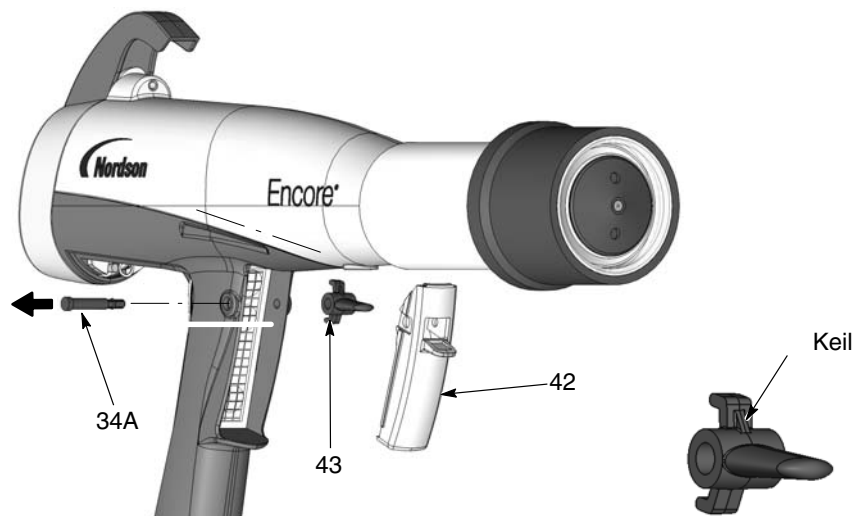

Abb. 6-7 Achse und Auslöser vom Griff abnehmen
3. Siehe Abb. 6-7. Das Ende der Achse (34A) mit dem kleineren Durchmesser mit einem kleinen, flachen Treibdorn oder anderem Werkzeug aus dem Griff schieben.
4. Sprühauslöser (42), Aktor (41, nicht abgebildet) und Spülauslöser (43) vom Griff abnehmen.
7. Siehe Abb. 6-7. Den Spülauslöser (43) im Sprühauslöser (42) installieren; dabei darauf achten, dass der Keil wie abgebildet nach oben zeigt. **Den Spülauslöser nicht verkehrt herum installieren.**